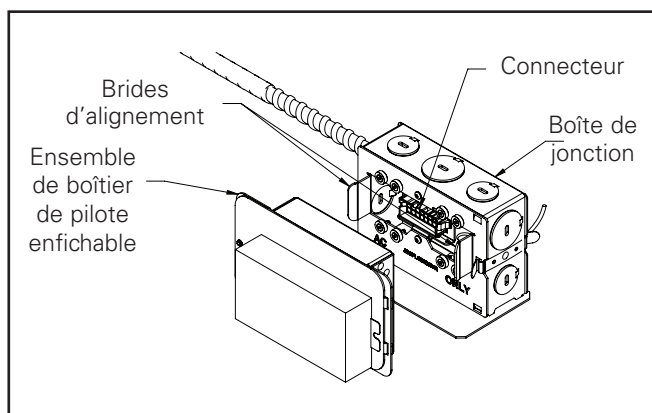

Figure 1
5. Alignez le boîtier de pilote enfichable aux brides d'alignement et au connecteur sur la boîte de jonction, puis poussez-le doucement jusqu'au fond pour enclencher le connecteur (Figure 1).